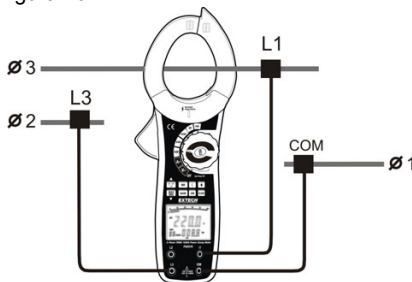

Figure 10
2. 3-fase - Conectar el metro como se muestra en la Fig. 7 (3P4W) o Fig. 10 (3P3W)
2. Conectar el metro como se muestra en la Fig. 7 (3P4W) o Fig. 10 (3P3W) para las conexiones de 3 fases. Monofásicos - conectar el cable de prueba L1 al cable de alimentación y el cable COM a Neutral.